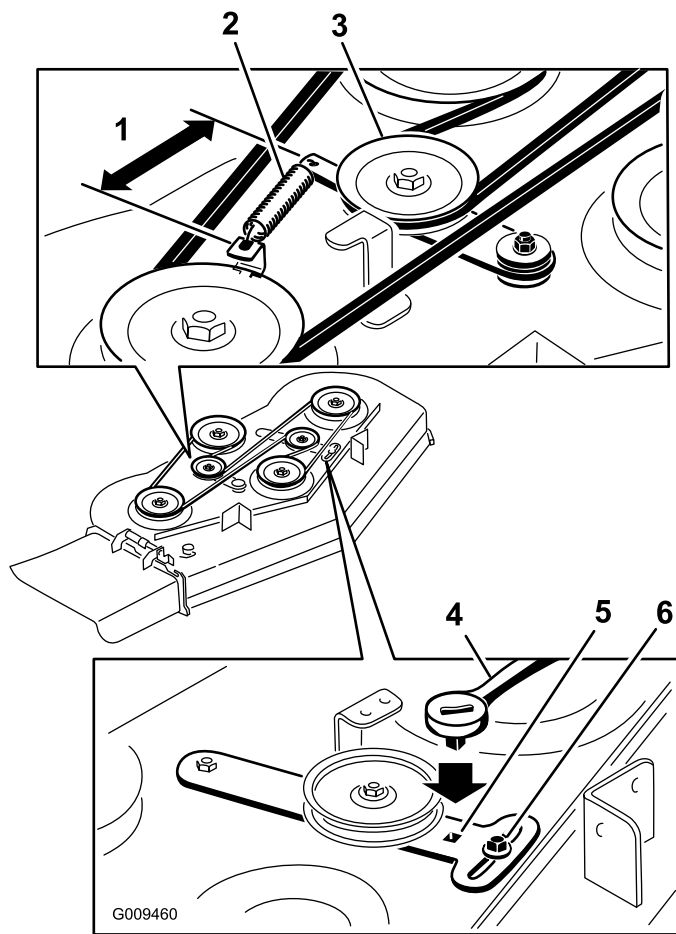

Figure 66
5. Enlevez la courroie usée du plateau de coupe (Figure 66).
6. Montez la nouvelle courroie autour des poulies du plateau de coupe et de la poulie d'embrayage (Figure 66).
7. Utilisez un cliquet dans le bras de la poulie de tension, serrez la poulie de tension jusqu'à ce que le ressort soit tendu à 14,6 cm entre les crochets (Figure 66).